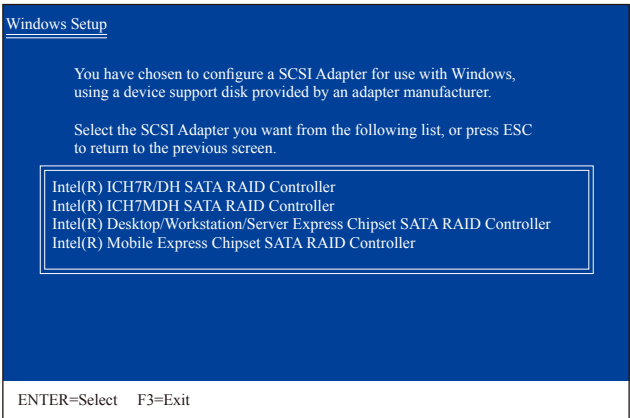

图1
放入存有SATA RAID/AHCI驱动程序的磁片并按下<Enter>键。当如图1的画面出现时，请选择「Intel(R) Desktop/Workstation/Server Express Chipset SATA RAID Controller」再按<Enter>键，系统会从磁片中下载RAID驱动程序。若设为AHCI模式，请使用键盘的上键移到「Intel(R) Desktop/Workstation/Server Express Chipset SATAAHCI Controller」项目再按<Enter>。